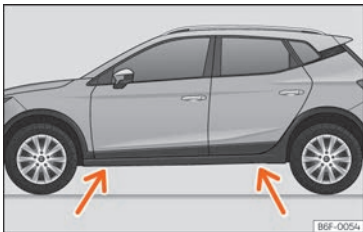

Abb. 39 Aufnahmepunkte für den Wagenheber.
- Suchen Sie am Längsträger die Markierung des Aufnahmepunktes für den Wagenheber (Eindrückung), die dem zu wechselnden Rad am nächsten liegt » » **Abb. 39**.